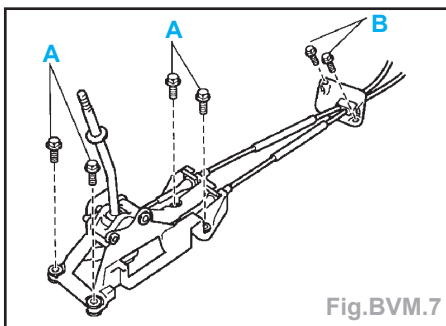

Fig.BVM.7
- Déposer les 6 boulons (A et B) et l'ensemble de levier de changement de vitesse et de câbles de commande (Fig.BVM.7).